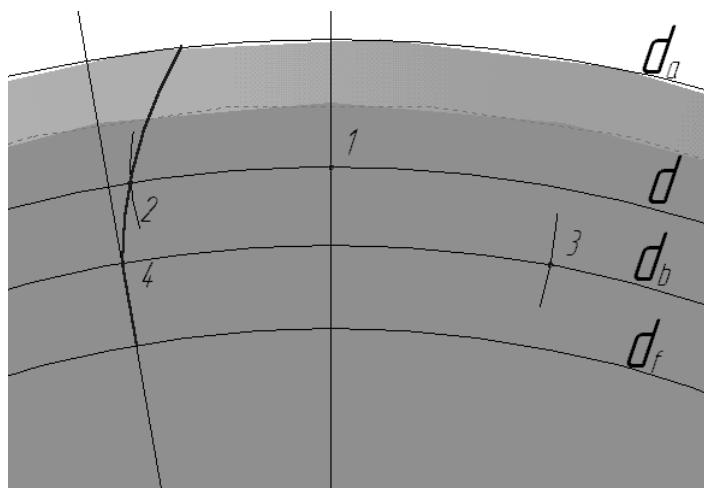

Рис.3
Точка ) точку пересечения делительной окружности и вертикальной линии (точка 1, см. рис.3).
Первую и вторую точки дуги задайте произвольно так, чтобы она пересекла делительную окружность d . Отметьте эту точку пересечения (точка 2, см. рис.3).
16. Из отмеченной точки постройте дугу радиусом **$R = d/6$** так, чтобы она пересекла основную окружность. Точку пересечения отметьте (точка 3, см. рис.3).
Изображение должно быть таким же, как на рис. 3.